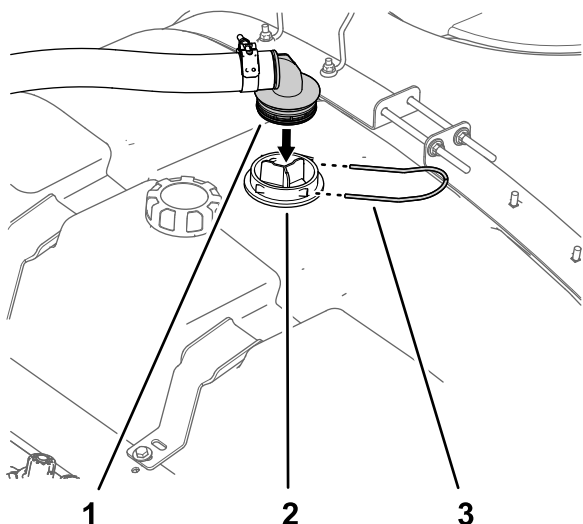

Figura 15
1. Alinee el acoplamiento dentado de 90° de la manguera de alimentación con el alojamiento del filtro de aspiración (Figura 15).
2. Sujete el acoplamiento dentado de 90° al alojamiento (Figura 15) con la horquilla de retención que retiró en el paso 4 de Preparación del depósito de fumigación (página 7).